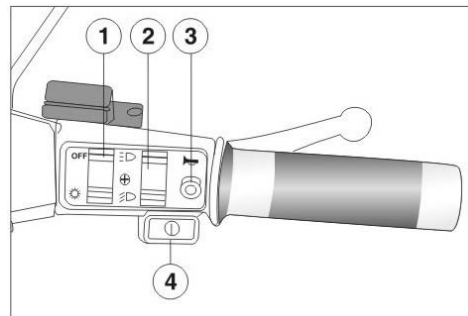

Abb. 13
3.1 **Rechte Lenkerseite (Abb. 13).**